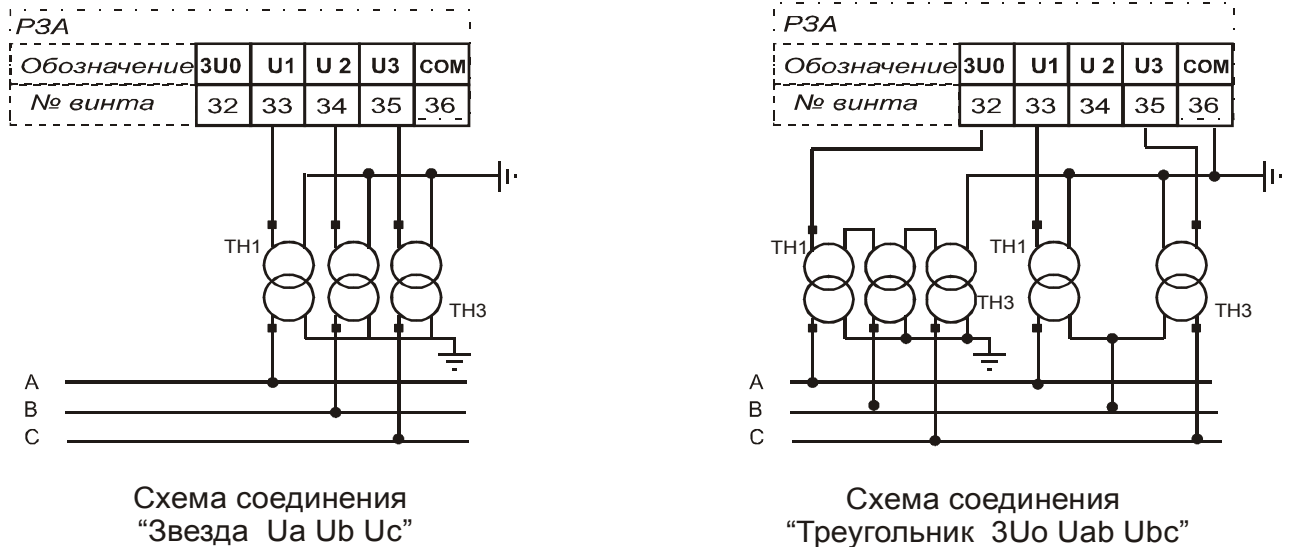

Рис.3-2. Схема подключения измерительных трансформаторов напряжения
3.3.3 Устройство подключается к измерительному трансформатору напряжения для измерения напряжений. Схемы подключения приведены на рис.3-2.